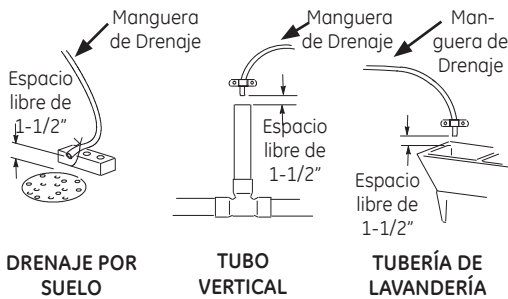

Figura 1
Es necesario un drenaje para el agua de regeneración (Ver la Figura 1). Es recomendable un drenaje por el suelo, cerca del suavizante de agua. Otras opciones de drenaje son una tubería para lavandería, un tubo vertical, etc. Coloque de forma segura la manguera de la válvula de drenaje. Deje un espacio libre de 1-1/2" entre el extremo de la manguera y el drenaje. Este espacio es necesario para evitar el flujo regresivo de agua de cloaca en el suavizante de agua. No coloque el extremo de la manguera de drenaje en el drenaje.
2. Dirija la manguera de drenaje o la tubería de cobre al drenaje del suelo u otro punto de drenaje adecuado. Asegure la manguera de drenaje. Esto evitará los "latigazos" durante las regeneraciones. Consulte la sección "Requisitos del Espacio Libre" (Figura 1).